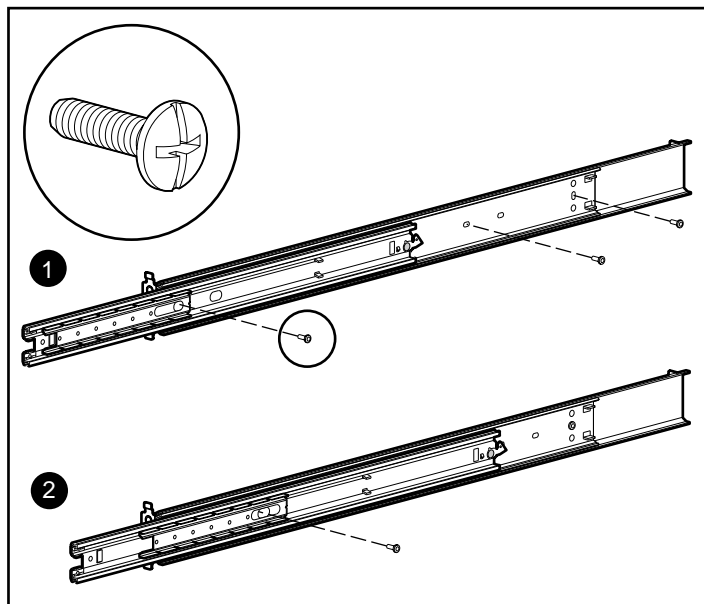

図3-6: ブラケット レールをマウンティング ブラケットに取り付ける
- a. マウンティング ブラケットの正面側のフランジには、アライメント タブが付いています。図3-6を参照してください。
6. 3本の8-32 × 3/8プラス ネジを使用して、ブラケット レールをマウンティング ブラケットに固定します(ネジにナットやワッシャーを使用しないでください)。図3-6の①を参照してください。
7. 内側のスライド部分の位置を調整し、スライド部分の細長い穴を利用して、残りの2個のネジ穴を合わせます(一度に1個ずつ)別の2本の8-32 × 3/8プラス ネジを使用して、ブラケット レールをマウンティング ブラケットに固定します。図3-6の②を参照してください。5個目のネジ穴(図では示されていません)が見えるようにするには、レールを完全に押し込みます。8-32 × 3/8プラス ネジを取り付けてこの手順を完了します。
注: 図3-6は、マウンティング ブラケットの該当するネジ穴にネジを挿入する方法を示します。ネジは、マウンティング ブラケットの一方の縁に刻まれている24インチの印に沿って並べます。これらの印は、コンパクト製ラックに使用される24インチ スライドの取り付け穴を示します。もう一方の縁には、22インチの印が刻まれています。